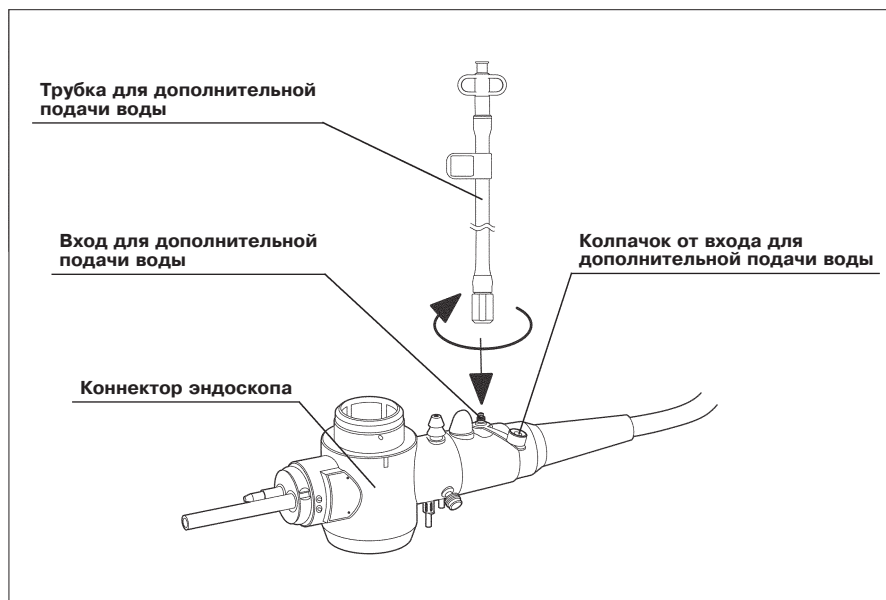

Рис. 3.22
9. Снимите колпачок с входа для дополнительной подачи воды (только для эндоскопов, оснащённых функцией дополнительной подачи воды, см. рис. 3.22).
10. Присоедините трубку для дополнительной подачи воды к входу для дополнительной подачи воды на коннекторе эндоскопа и поверните её по часовой стрелке до упора (только для эндоскопов, оснащённых функцией дополнительной подачи воды, см. рис. 3.22).